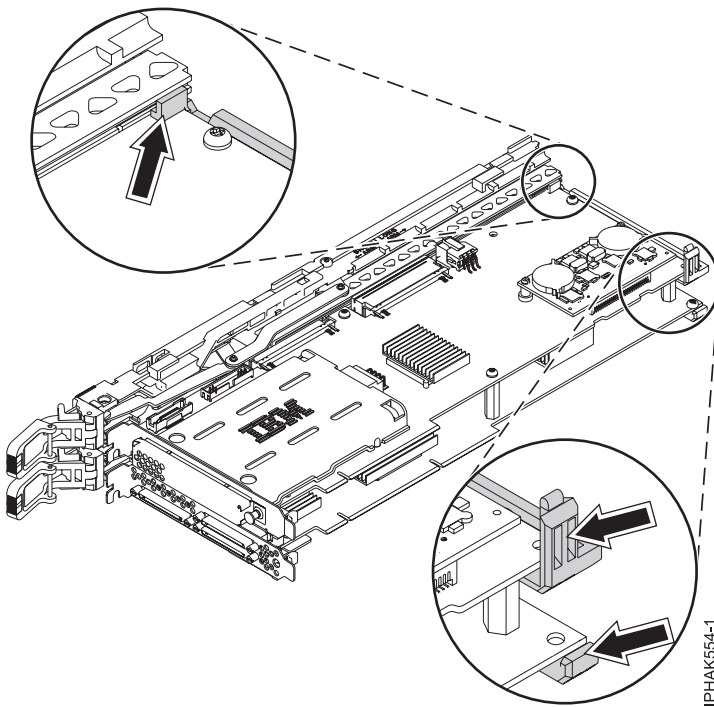

Figure 56. Installation de la carte double largeur dans le bloc-cassette.
- b. Fixez les encoches des bras arrière du bloc-cassette à l'extrémité arrière de la carte double largeur. Voir figure 56. Lorsque vous fixez la partie supérieure droite du bloc-cassette à la carte, il vous faut légèrement ajuster la glissière pour la mettre en place.